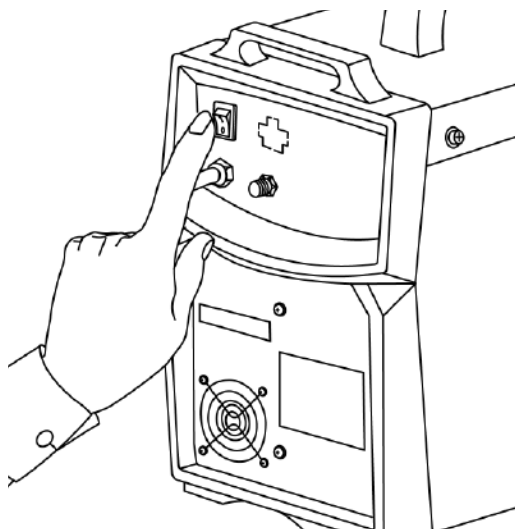

Рис. 11.4. Включите аппарат.
3. Включите сварочный аппарат (см. рис. 11.4).